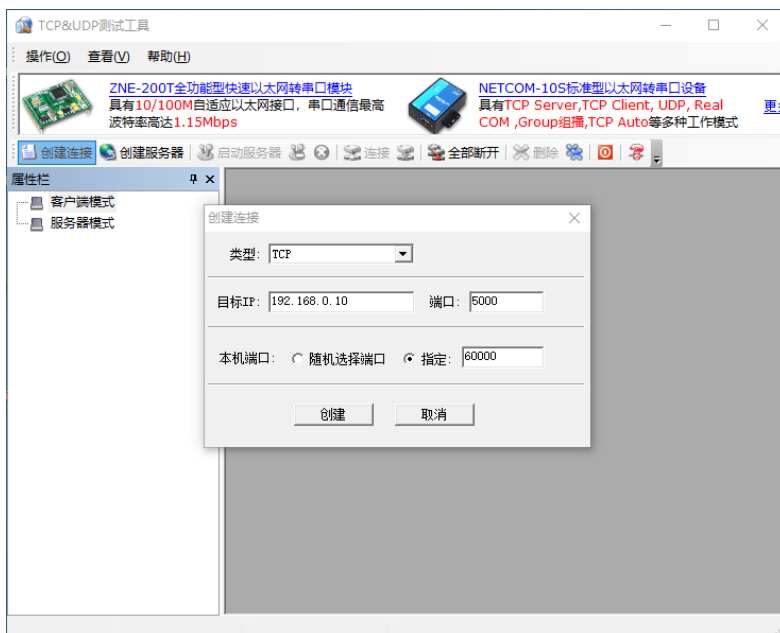

图 6-18 TCP Client 创建
3) 将电脑 IP 设置为 192.168.0.1（与模块内设置的远程 IP 一致），打开 “TCP&UDP 测试工具”，创建连接端口设置为 60000，其他参数设置如图 6-18 所示。